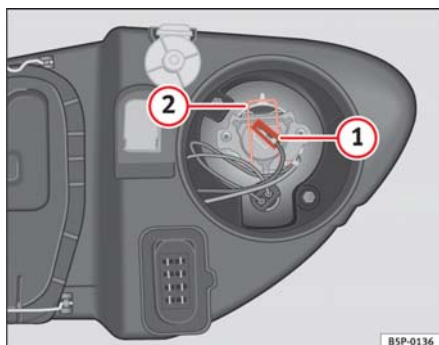

Fig. 160 Luz de carretera
- Extraiga el conector ⇒ fig. 160 (1) de la lámpara.
- Presione el resorte ⇒ fig. 160 (2) hacia dentro y hacia la derecha.